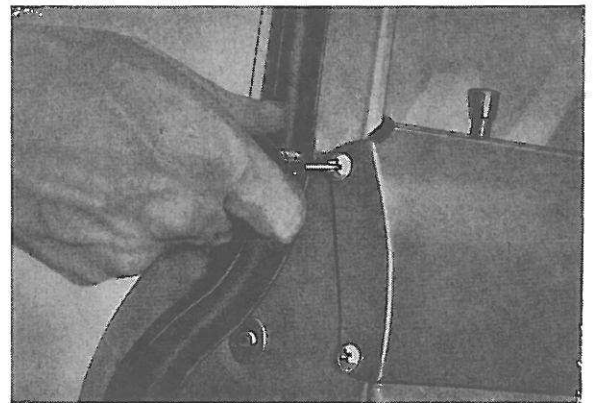

Figure 19. Démontage de la baguette enjoliveuse supérieure
3. Démontez la baguette enjoliveuse supérieure. Cette dernière est fixée par quatre vis sur le bord de la porte, figure 19.